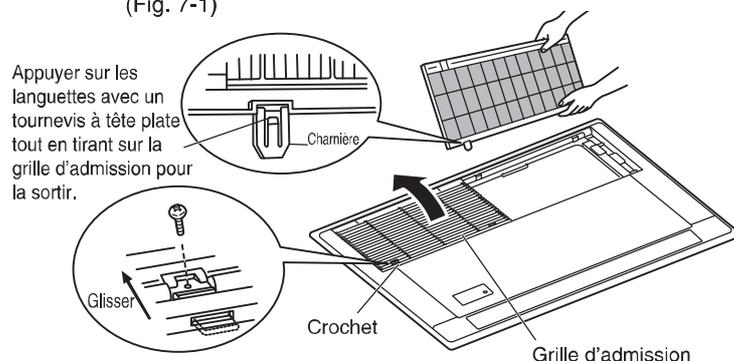

Fig. 7-1
- (1) Enlever les 2 vis fixant les 2 grilles en place. (Fig. 7-1)
- (2) Glisser les crochets de grille d'admission d'air (2 emplacements) dans la direction indiquée par les flèches pour ouvrir la grille. (Fig. 7-1)
- (3) Lorsque la grille d'admission est ouverte, appuyer avec un tournevis à tête plate sur les languettes de charnière arrière (2 emplacements) et dégager la grille d'admission. (Fig. 7-1)